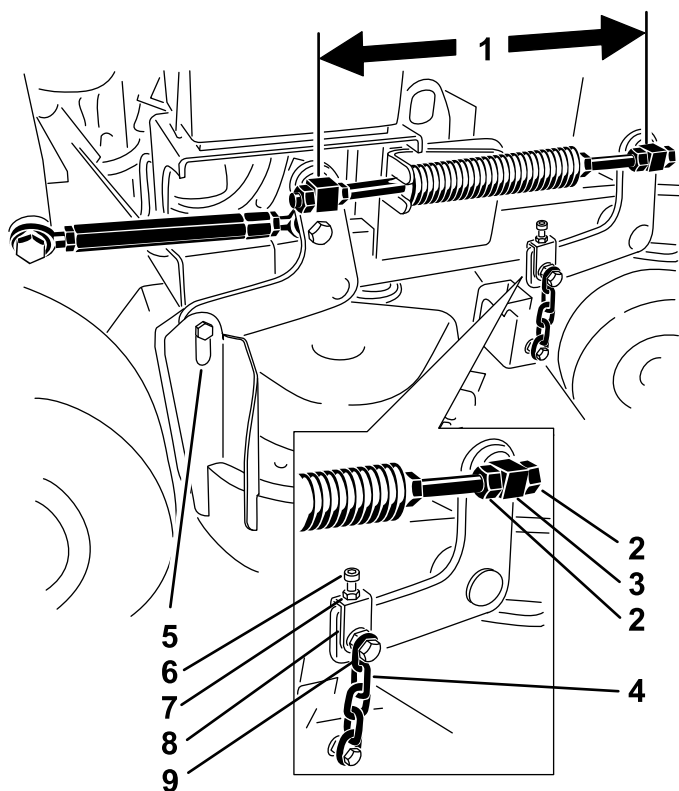

Bild 78
1. Prüfen Sie den Abstand zwischen den Drehzapfen; messen Sie in der Mitte der Drehzapfen (Länge Mitte-zu-Mitte) an jeder Gewindestange (Bild 78).
2. Lösen Sie die Klemmmuttern am **vorderen** Drehzapfen (Bild 78).
4. Ziehen Sie die Klemmmuttern am **vorderen** Drehzapfen an (Bild 78).
4. Lösen Sie die Klemmmuttern an den linken und rechten vorderen Drehzapfen (Bild 78).
6. Ziehen Sie die Klemmmuttern an den linken und rechten vorderen Drehzapfen an (Bild 78).
4. Lösen Sie die Klemmmuttern am linken vorderen Drehzapfen (Bild 78).
6. Ziehen Sie die Klemmmuttern am linken vorderen Drehzapfen an (Bild 78).
5. Lösen Sie die oberen Kettenschrauben (Bild 78).
6. Lösen Sie die Klemmmutter an jedem Joch (Bild 78).
8. Ziehen Sie die Klemmmuttern und die oberen Kettenschrauben an (Bild 78).